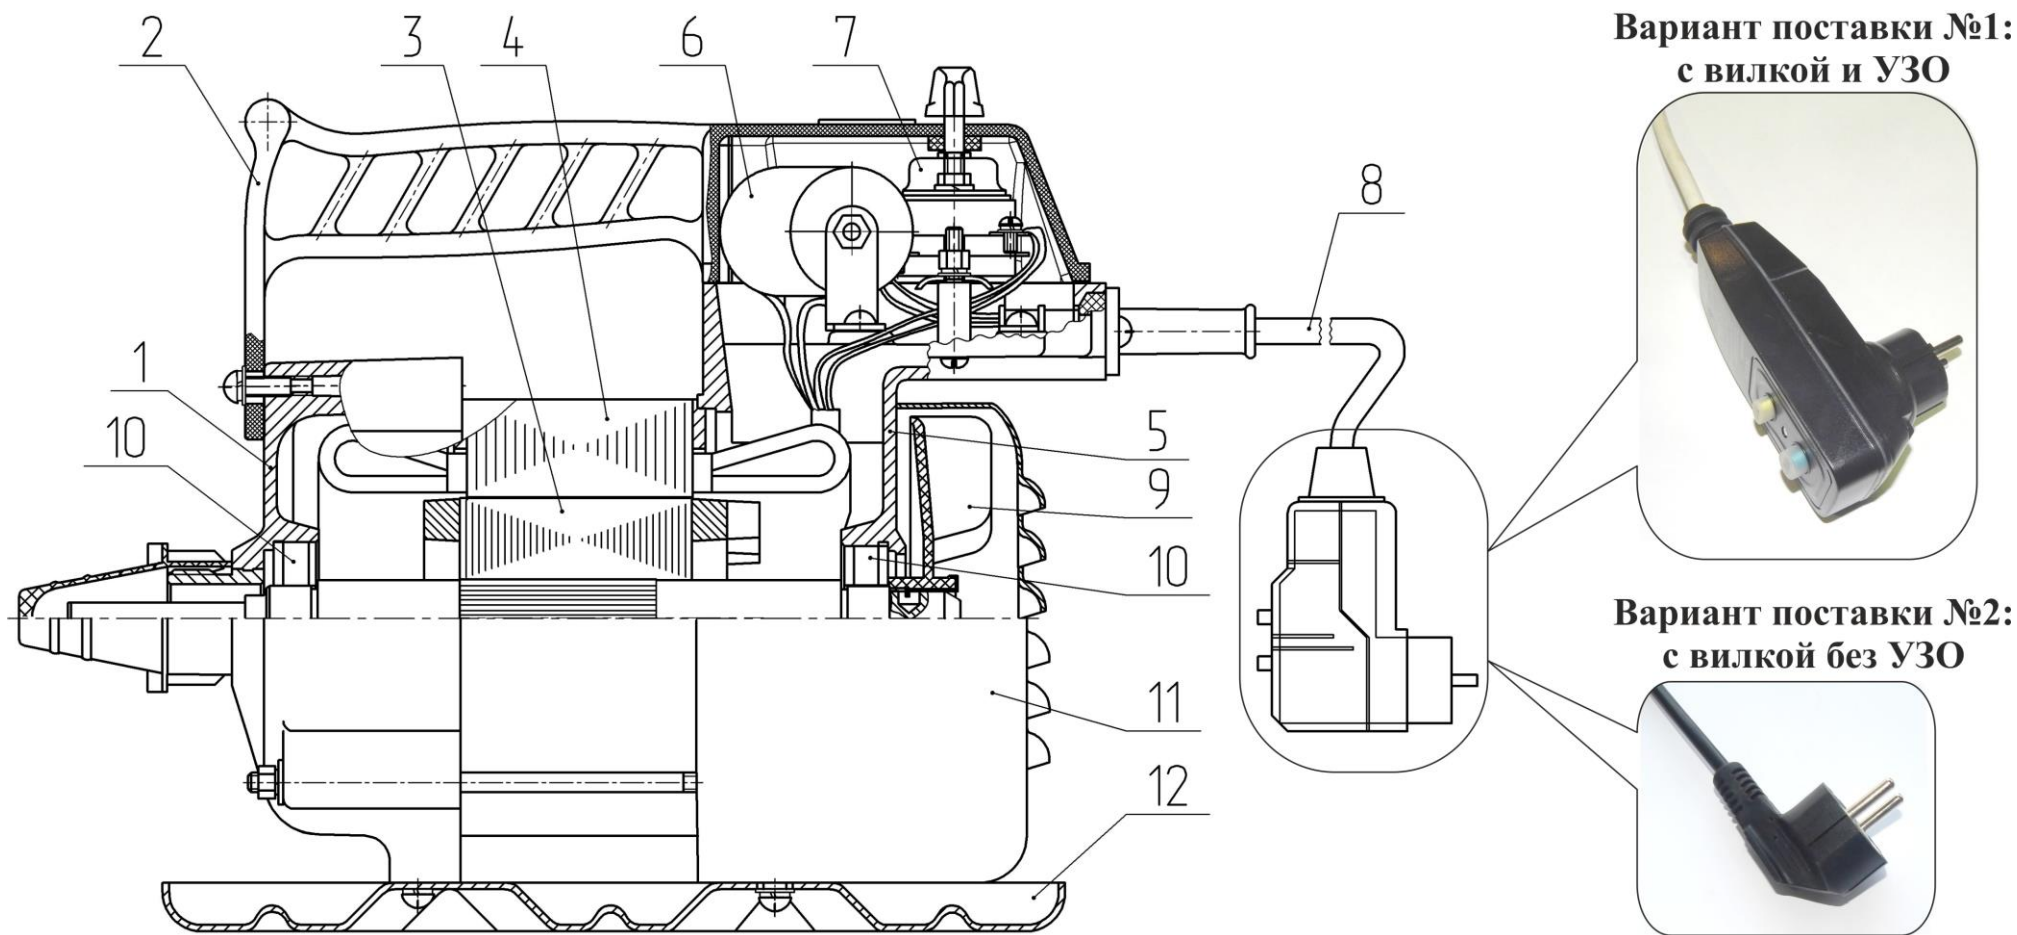

Рисунок 1. Электропривод ЭПК – 1300
4.1 Электропривод (рисунок 1) может поставляться в двух вариантах по согласованию с заказчиком:
7.1 Электропривод ЭПК-1300 (рисунок 1) может поставляться в двух вариантах по согласованию с заказчиком:
- развернуть резьбовые соединения электропривода (рисунок 1), снять ручку-крышку (2), отсоединить от контактов выключателя (7) токоподводящий провод (8) и выводные провода обмотки статора (4) (при необходимости), снять подшипниковые щиты (1) и (5).